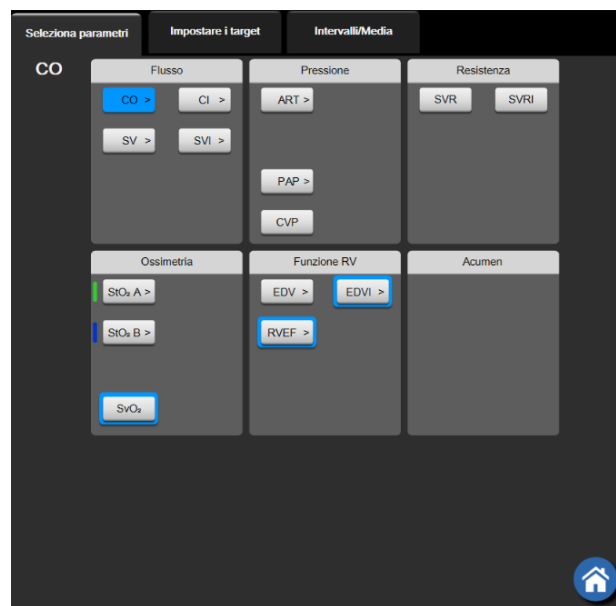

Figura 5-4 Esempio di menu di configurazione del riquadro di selezione dei parametri chiave
- 2 Il menu di configurazione riquadri mostra il parametro selezionato evidenziato in colore pieno, mentre gli altri parametri sono attualmente visualizzati con il bordo colorato. I parametri disponibili appaiono sulla schermata senza evidenziazioni. La figura 5-4 mostra la scheda di selezione parametri del menu di configurazione riquadri che appare durante la selezione dei parametri continui e il monitoraggio con il modulo Swan-Ganz HemoSphere. L'aspetto di questa finestra durante il monitoraggio con altri moduli HemoSphere o cavi varia da quella mostrata nella figura 5-4.
I parametri sono organizzati in categorie. Le categorie disponibili si basano sulla modalità di monitoraggio attuale. Le categorie, elencate di seguito, sono raggruppate nel menu di configurazione selezione del parametro. Vedere figura 5-4.